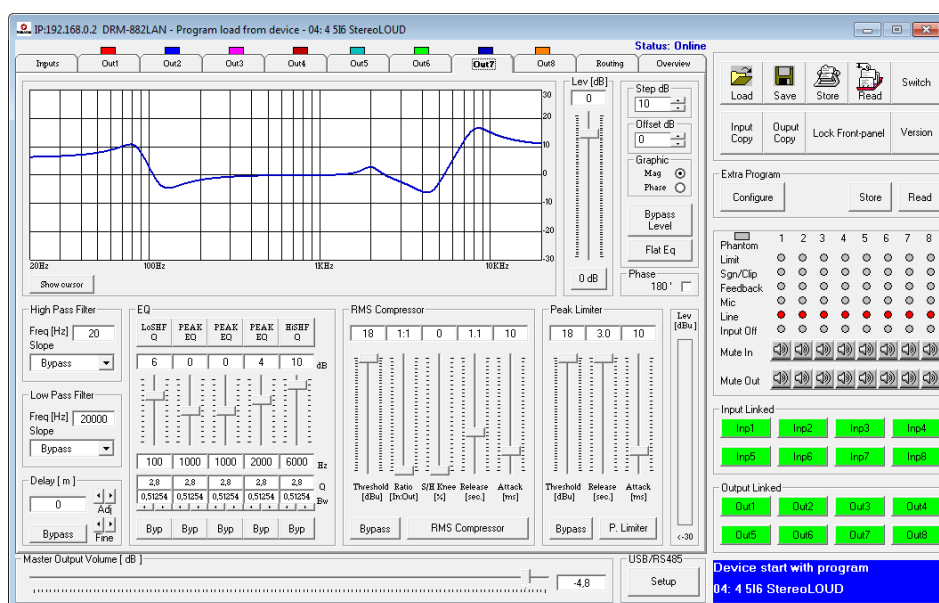
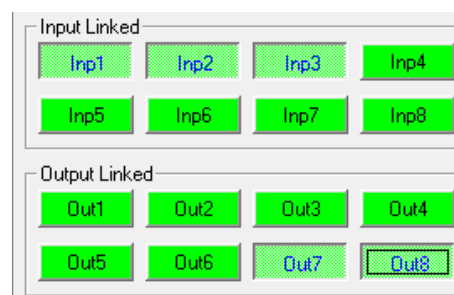

Abb. 27 Ansicht Ausgangskanal „Out7“
Abb. 32 Kopplung der Ein- oder Ausgänge
In der Ansicht für einen Ausgang (z.B. „Out7“, Abb. 27) lässt sich unter „Delay“ die Verzögerung für das Ausgangssignal einstellen. Die Einheit (Meter oder Millisekunden) kann in der Ansicht „Overview“ (Kapitel 6.3.1) geändert werden.
In der Ansicht für einen Ausgang (z.B. „Out7“, Abb. 27) können unter „High Pass Filter“ und „Low Pass Filter“ das gewünschte Hochpass- und Tiefpassfilter eingestellt werden.
Die Einstellungen werden auch im Frequenzdiagramm dargestellt (Abb. 27).
Für die Klangregelung jedes Ausgangs stehen fünf unabhängige Filter zur Verfügung. In der Ansicht für einen Ausgang (z.B. „Out7“, Abb. 27) können diese Filter unter „EQ“ ein-
Wie bei der Klangeinstellung eines Eingangs lassen sich die Filter über die Einblendung von Bezugspunkten (Abb. 27) auch grafisch einstellen (Kapitel 6.4.7.1).
In der Ansicht für einen Ausgang (z. B. „Out7“, Abb. 27) können unter „RMS Compressor“ die Parameter für die Funktion des Kompressors festgelegt werden. Zur Änderung eines Parameters den entsprechenden Regler mit der Maus verschieben oder bei angewähltem Regler auf der Tastatur mit den Pfeiltasten oder Bildlauf-tasten.
In der Ansicht für einen Ausgang (z. B. „Out7“, Abb. 27) unter „Lev [dB]“ die Verstärkung, d. h. den Ausgangspegel im Bereich -127 ... +18 dB einstellen. Zur Änderung der Verstärkung den Regler mit der Maus verschieben oder bei angewähltem Regler auf der Tastatur mit den Pfeiltasten oder Bildlauf-tasten. Zum schnellen Zurückstellen auf 0 dB die Schaltfläche „0 dB“ unterhalb des Reglers anklicken.
In der Ansicht für einen Ausgang (z. B. „Out7“, Abb. 27) können unter „Peak Limiter“ die Parameter für die Funktion des Limiters festgelegt werden. Zur Änderung eines Parameters den entsprechenden Regler mit der Maus verschieben oder bei angewähltem Regler auf der Tastatur mit den Pfeiltasten oder Bildlauf-tasten.
- 1) Auf der rechten Seite des Fensters unter „Input Linked“ (Abb. 32) auf die Schaltflächen aller Eingänge klicken, deren Parameter gleich eingestellt werden sollen. Die Schaltflächen erscheinen „hineingedrückt“ und die Beschriftung wird blau.
- 1) Auf der rechten Seite des Fensters unter „Output Linked“ (Abb. 32) auf die Schaltflächen aller Ausgänge klicken, deren Parameter gleich eingestellt werden sollen. Wird gerade die Ansicht für einen bestimmten Ausgang (Abb. 27) gezeigt, auch die Schaltfläche für diesen Ausgang mit anklicken. Die Schaltflächen erscheinen „hineingedrückt“ und die Beschriftung wird blau.